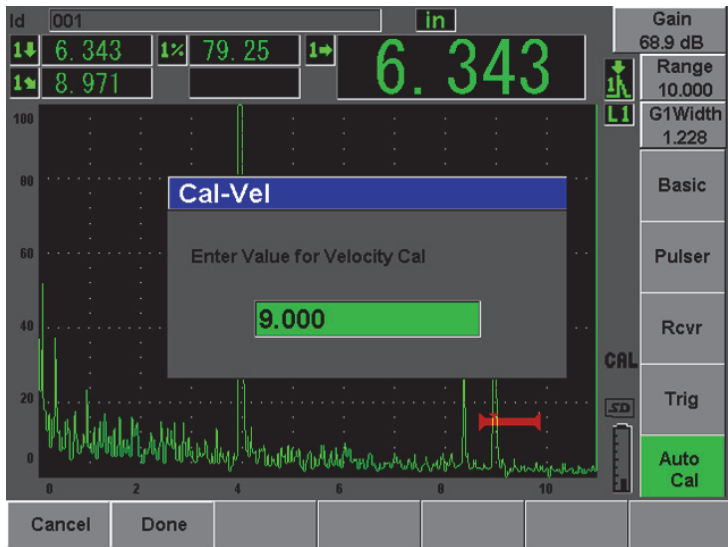

图 10-22 闸门内声速校准信号示例
8. 使用 **[GATES]**（闸门）键，定位闸门 1，以使从试块的弧形处反射的第二个回波处于闸门范围内。这个回波应接近 9 in.（225 mm）（参见第 183 页的图 10-22）。